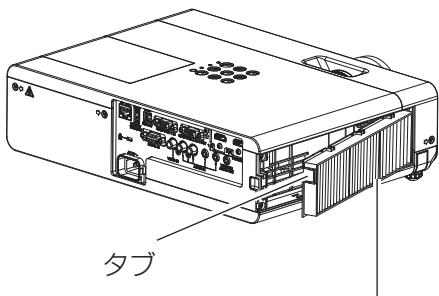

図3 エアフィルターユニット
- エアフィルターユニットを取り付けるときは、エアフィルターユニットのタブを図の左上側になるように持ち、図の右側から先に入れたあと、タブ側をカチッと音がするまで押し込みます。（図3）